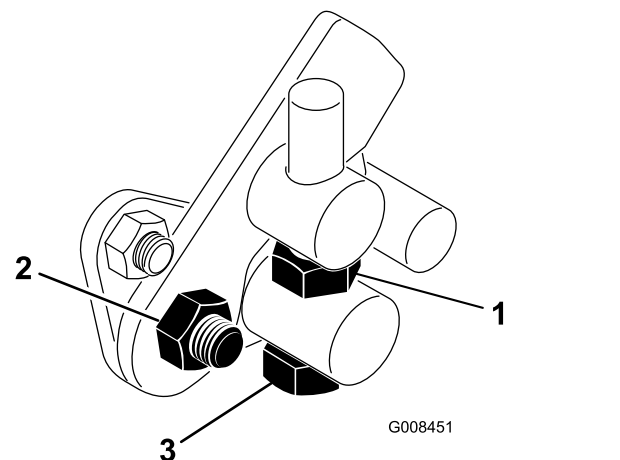

Figura 43
1. Liberte a porca de retenção do parafuso do eixo (Figura 43).
4. Aperte a porca de retenção no parafuso do eixo e a porca na articulação do pedal para bloquear o ajuste (Figura 43). Verifique o ajuste e ajuste se for necessário.